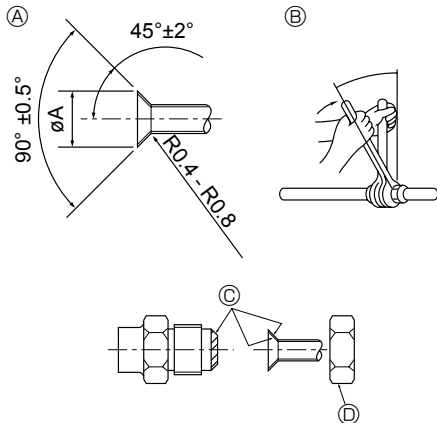

Fig. 4-1
- 4.1. Tubos de conexión (Fig. 4-1)